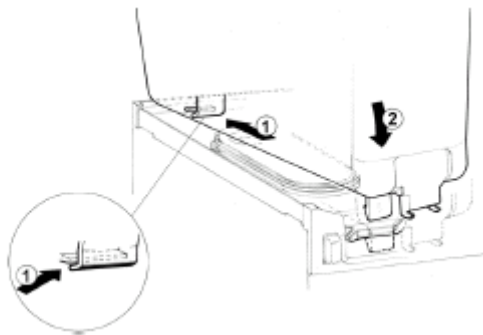

рис. 7
5. Смонтируйте контейнер на сокоохладитель. Для облегчения операции смочите прокладку водой. Проверьте, встал ли задний фиксатор бака в специальное гнездо поверхности для стока капель (см. рис. 7).